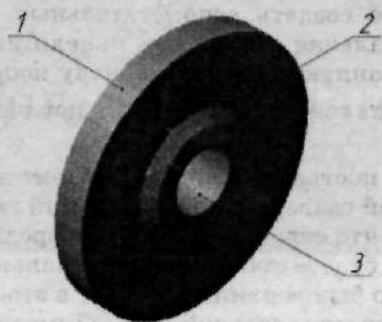

Рис. 2.71. 3D-модель детали Седло2
Деталь *Седло2* состоит (рис. 2.71) из цилиндра (1), конуса (2), отверстия (3). Как можно построить эту деталь?